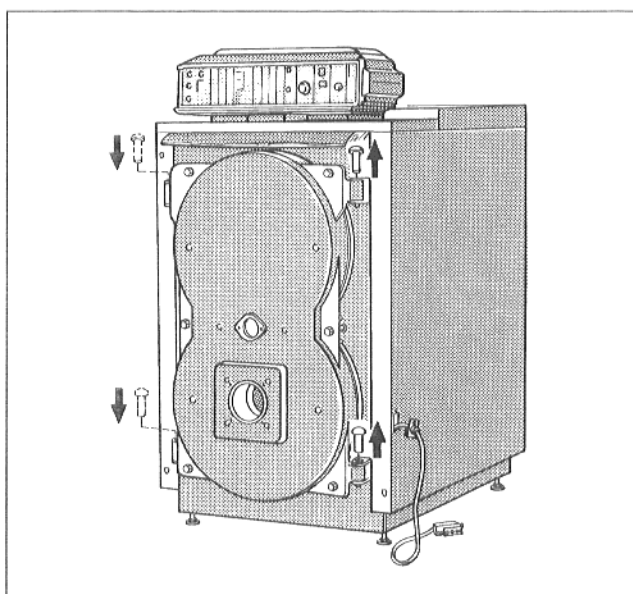

Abb. 15
- Scharnierbolzen nach oben herausdrücken und in die gegenüberliegenden Scharniere einsetzen (Abb. 15).
- Zweites Typenschild und Sichttasche je nach örtlichen Verhältnissen an rechter bzw. linker Seitenwand befestigen (Abb. 15).
- Prüfen, ob Brennertür mit 6 Sechskantschrauben verschraubt ist (Abb. 15).
- Brennertür wieder schließen und mit Sechskantschrauben verschrauben (Abb. 15).